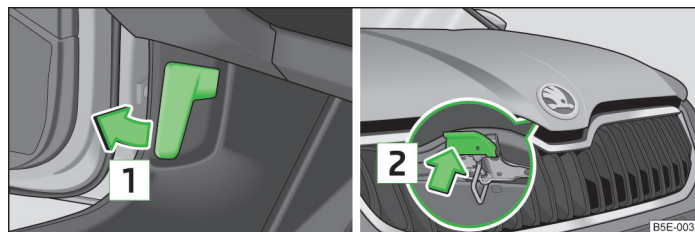

Fig. 173 Manette de déverrouillage pour le capot moteur / manette de déverrouillage
- Tirez sur la manette de déverrouillage en dessous du tableau de bord dans le sens de la flèche [1] » fig. 173.